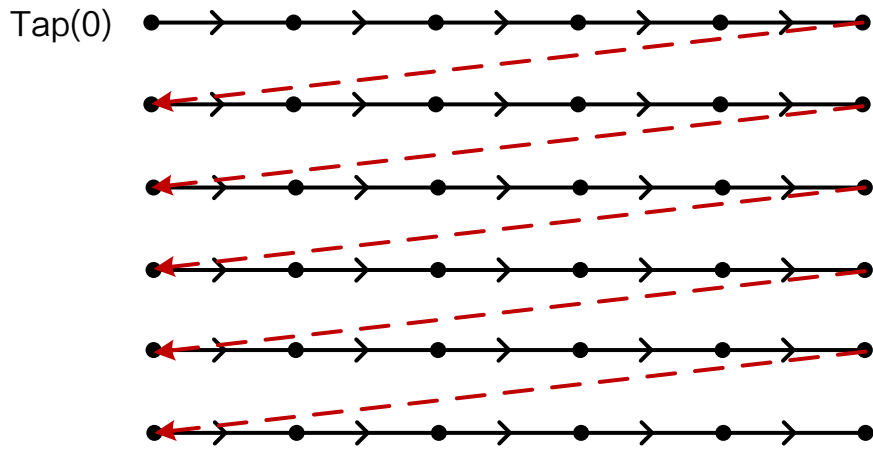

图10-4 Geometry_1X_1Y 出图方式
- 通道模式为 *Geometry_1X_1Y* 时，出图方式如图 10-4 所示。